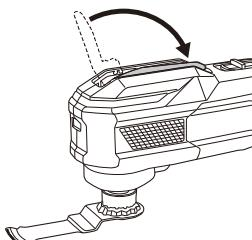

Fig. 11
(5) Empuje la palanca hacia abajo. (Fig. 11)